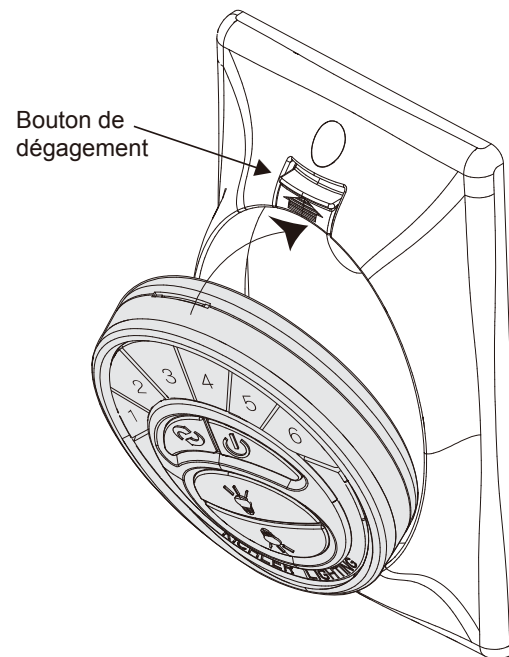

Fig. 30
1. Insérez l'émetteur dans la plaque murale en insérant le bas de l'émetteur en premier, puis enfoncez le haut de l'émetteur dans la poche. L'émetteur fonctionnera entièrement à partir de cet emplacement, ou vous pouvez retirer l'émetteur et l'utiliser comme dispositif « manuel ». (Fig. 30)